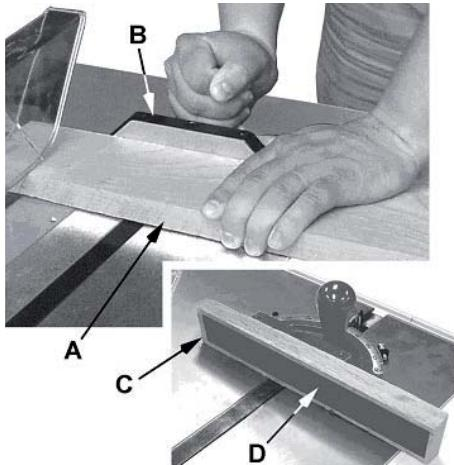

Рис. 32
• Поперечний розпил – це розпил, під час якого оброблювана деталь (A, Рис. 32) подається поперек піляльного диску за допомогою інструменту для розпилу під кутом (B, Рис. 32) для підтримки та правильного розташування деталі.
- Для покращення ефективності інструменту для розпилу під кутом в операції поперечного розпилу, закріпіть допоміжну дерев'яну заготовку (C, Рис. 32) з приклесеною стрічкою шліфувального паперу (D, Рис. 32) до кутового вимірювача.